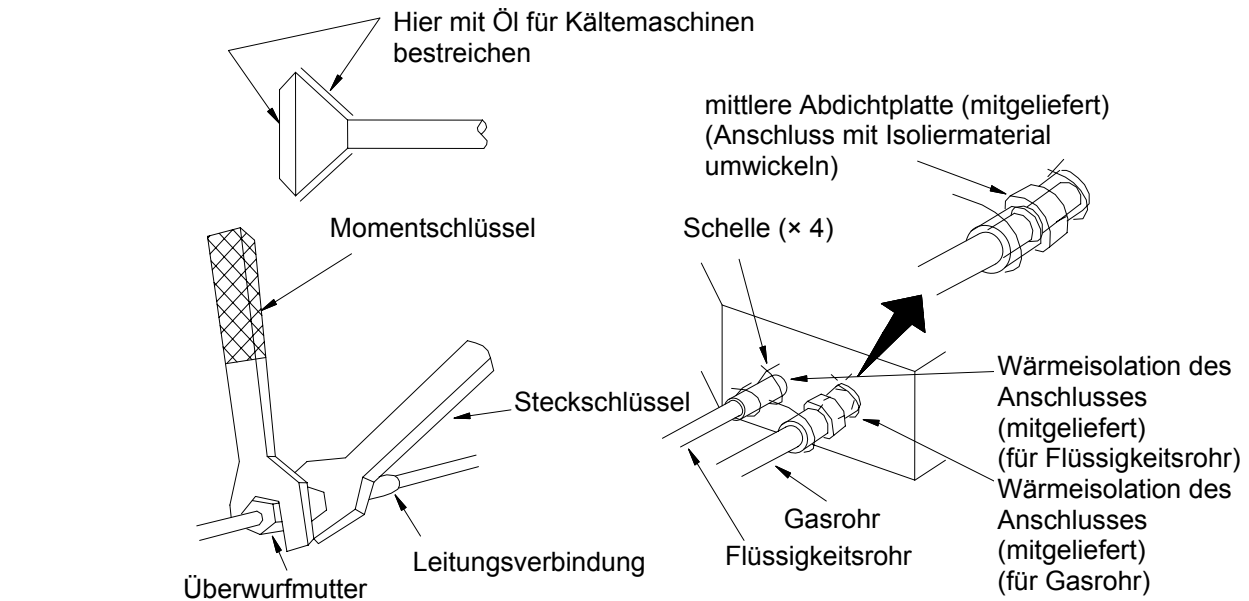

Abb. 5
- Bei Montage des Rohres am Gerät oder Demontage davon immer einen Schlüssel und einen Momentschlüssel gleichzeitig verwenden, wie im Bild 5 gezeigt.
- Überprüfen Sie die Anschlüsse der Gasleitung, um festzustellen, ob das Kühlmittel nicht entweicht, und dann führen Sie die Wärmeisolation gemäß Bild 5 aus.